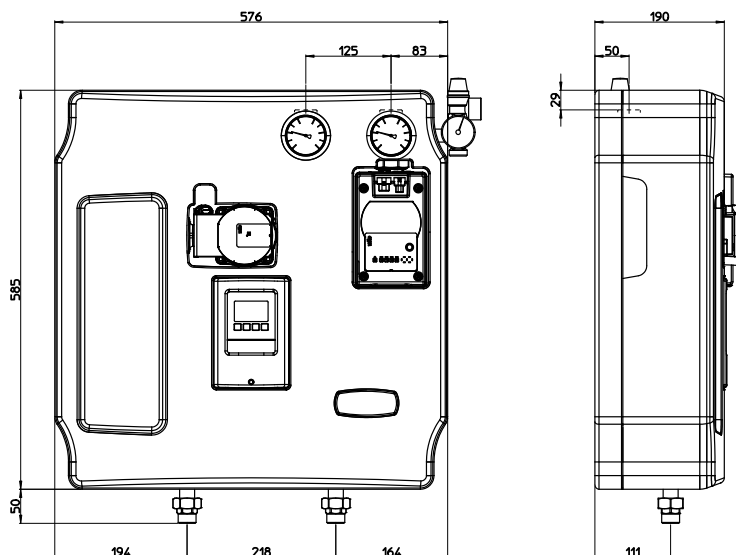

Figura 3: dimensioni d'ingombro ed interessi significativi del modulo
- ✓ Allacciare le tubazioni secondo lo schema di collegamento attenendosi alle misure riportate in *Figura 3*.